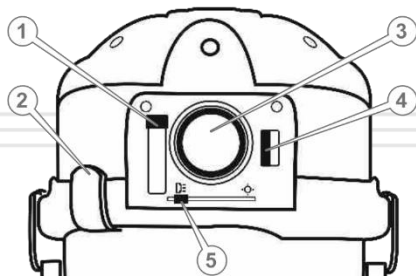

Рисунок 5. Вид на вихідний отвір повітря верхньої частини корпусу.
4. Фільтр HEPA встановлений для захисту зовнішньої зони навколо пирососу від пилу із вихідного потоку повітря. У випадку накопичення на фільтрі надмірного шару пилу рівень розрідження знижується, навантаження на двигун зростає. Конструкція передбачає часткове скидання пилу із поверхні фільтру HEPA, не припиняючи роботи, за допомогою механічної дії важелем (1, рис. 5).
2. Вставте рукав у отвір вихідного гнізда (3, рис.5) повітряного тракту.